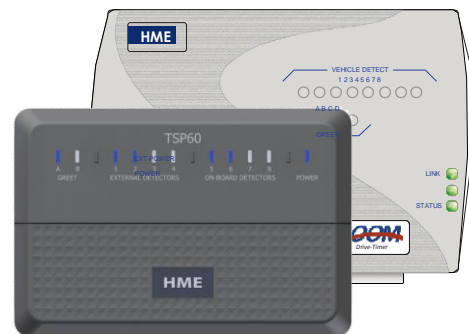

Abb. 1.1
- **Timer-Signalprozessor (TSP)**: Der Timer-Signalprozessor empfängt Spureignisdaten von den peripheren Detektoren, sortiert sie und sendet sie weiter an die Steuereinheit. Abb. 1.1 zeigt zwei Modelle: TSP60 (vorn) und TSP50 (hinten).